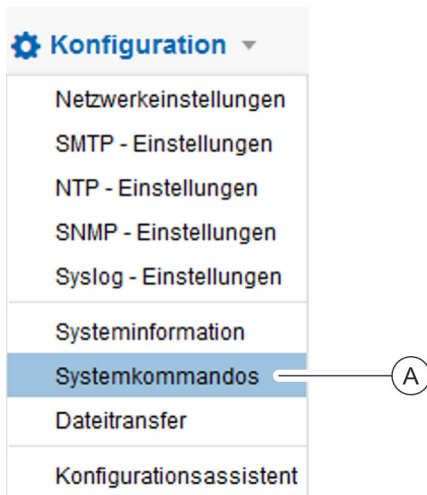

Abb. 188: Systemkommandos aufrufen
2. ➔ Über „*Konfiguration* ➔ *Systemkommandos*“ das Fenster „Systemkommandos“ aufrufen (Abb. 188/Ⓐ).